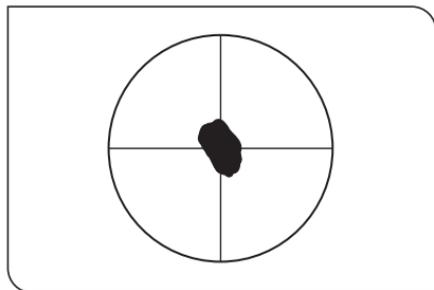

図 2-1
- 5) コンペンセーターハンドルを回し、視野中心の測定部位が黒くなる(注)を確認します。黒くならなければステージを -90° 回転し、固定します。(図2-1)